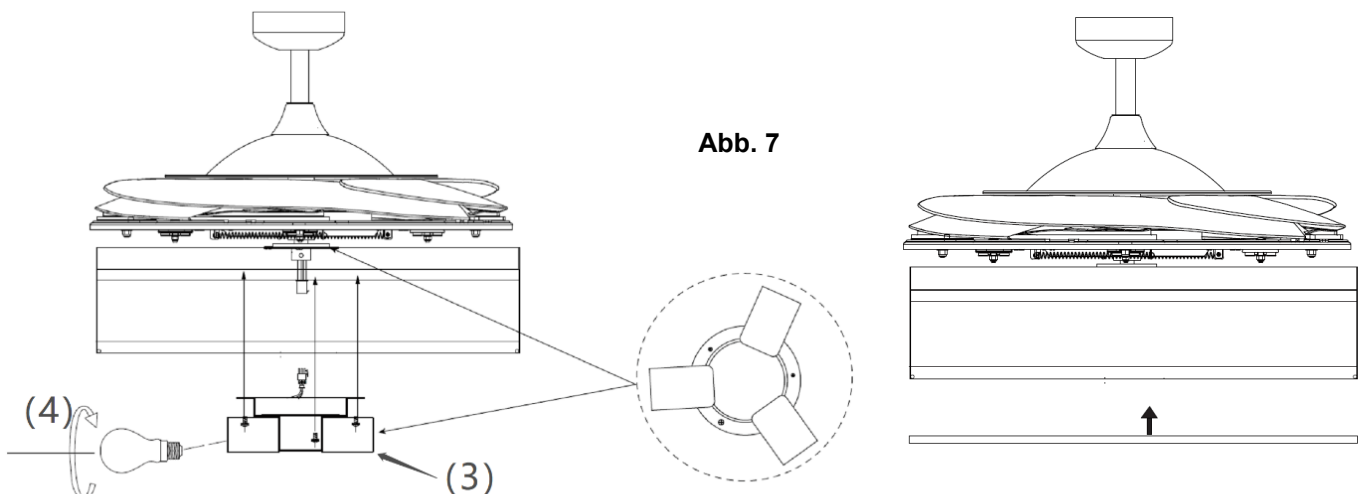

Abb. 7
4. Schließen Sie die Schnellkupplung am Lampenhalterungsteil (3) an. (Abb. 7)
5. Schrauben Sie die Seite der Leuchtenhalterung (3) mit den 3 Schrauben an der Halterung des Beleuchtungssets an. Überdrehen Sie die Schrauben nicht.
6. Setzen Sie Leuchtmittel (4) (nicht mitgeliefert) in die Leuchtenhalterungen ein. Die maximale Nennleistung darf nicht überschritten werden.